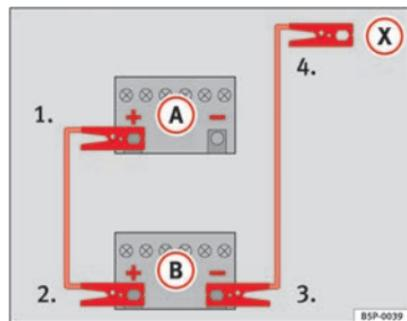

Fig. 214 Schema elettrico per i veicoli non dotati di sistema Start&Stop.
2. Collegare un'estremità del cavo di emergenza *rosso* al polo positivo (+) del veicolo con la batteria scarica (A) ⇒ fig. 214.
3. Collegare l'altra estremità del cavo di emergenza *rosso* al polo positivo (+) della batteria che fornisce la corrente (B).
4. **Nei veicoli privi di sistema Start-Stop:** Collegare un'estremità del cavo di emergenza *nero* al polo negativo (-) della batteria che fornisce corrente (B) ⇒ fig. 214.